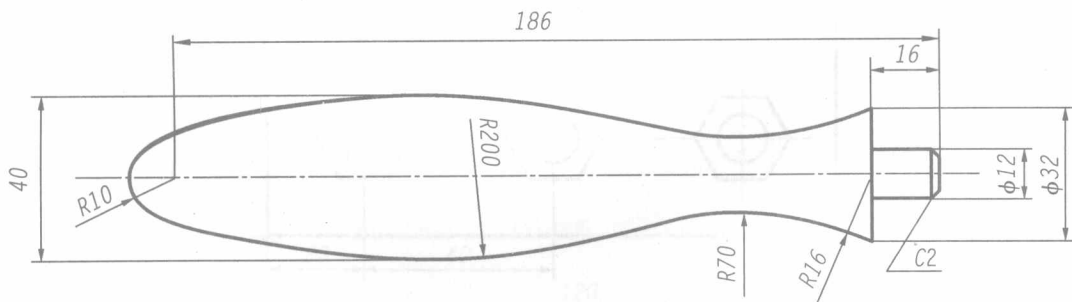

图 2-6 利用样板图基本设置和直线、画圆命令绘制图形
6. 利用样板图绘制如图 2-6 所示的图形(本图涉及的命令有:直线、画圆、偏移、修剪等)。